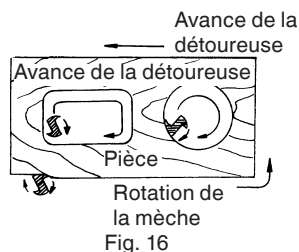

Fig. 16
- (2) Le couteau tourne dans le sens des aiguilles d'une montre (direction de la flèche sur la base). Pour obtenir le maximum d'efficacité au découpage, alimenter la mortaiseuse en se conformant aux directions d'alimentation montrées dans la Fig. 16.